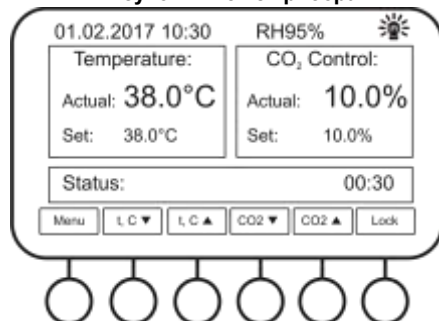

Рисунок 4. Работающий УФ рециркулятор
- 5.9.1.1 **Таймер системы УФ деконтаминации (UV Decontamination Timer).** Таймер устанавливается в часах и минутах (HH:MM). После установки таймера включается УФ лампа, на главном рабочем экране отобразится индикатор УФ лампы (рис. 4, сверху справа). По истечению времени, указанного в строке состояния на главном рабочем экране (рис. 4, внизу справа), УФ лампа выключается. Чтобы вручную отключить УФ лампу, нажмите на **Turn Off UV** в этом пункте.